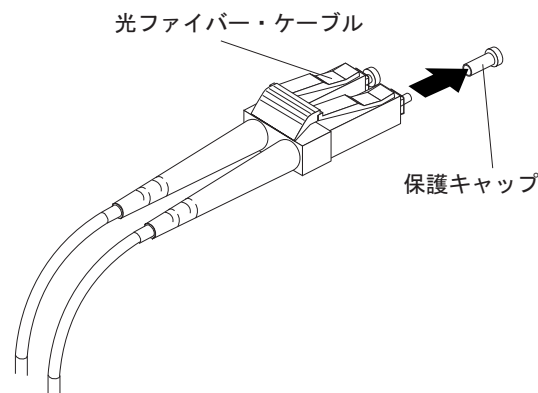

図 21. 光ファイバー・ケーブルの保護キャップの取り外し
3. 図 21 に示すように、LC-LC ケーブルの一方の端から保護キャップ 2 個を取り外します。将来の利用のために、保護キャップを保管しておきます。